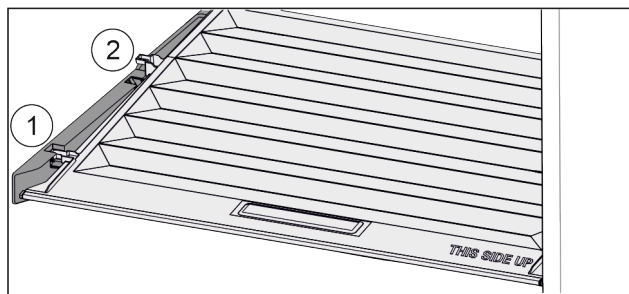

Fig. 40
- ▶ Vytáhněte víko dopředu až k otvoru v přídržných dílech Fig. 40 (1).
- ▶ Vzadu zespodu nadzvedněte a vyjměte směrem nahoru Fig. 40 (2).